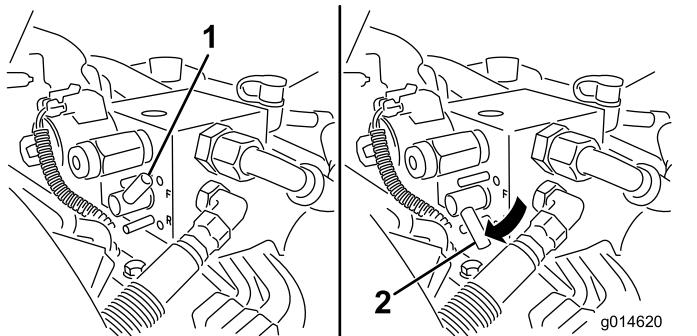

Figura 49
5. Girate la leva di lappatura in posizione di RETROMARCA (R) (Figura 49).